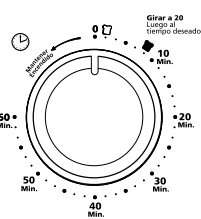

Figura 2
2. **Perilla selectora del temporizador:** ajusta el dial según el tiempo de cocción deseado (ver Figura 2).